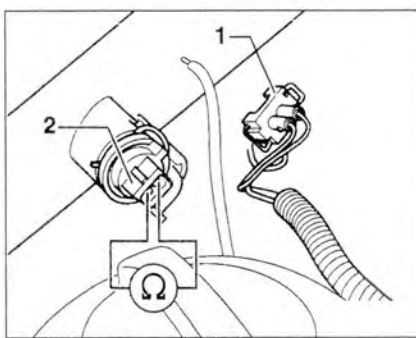

Рис. 3.57. Отсоедините разъем проводки от датчика и измерьте сопротивление между контактами датчика.
7. Отсоедините разъем проводки от датчика (рис. 3.57). Измерьте сопротивление между контактами датчика.